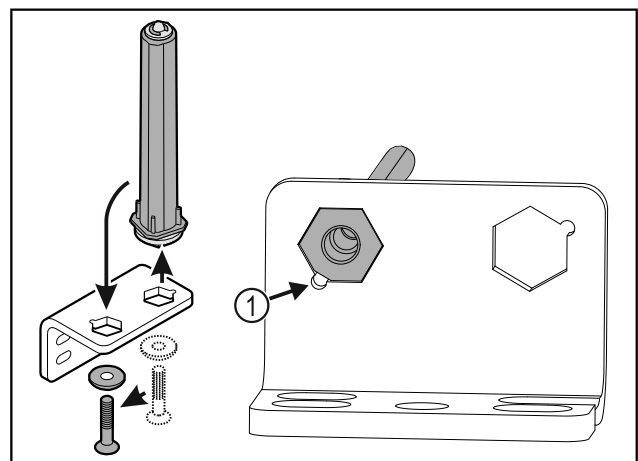

Fig. 39
- Dbajte na to, aby pri nasadzovaní ukazoval úkos čapu Fig. 39 (1) k okrúhlemu otvoru.